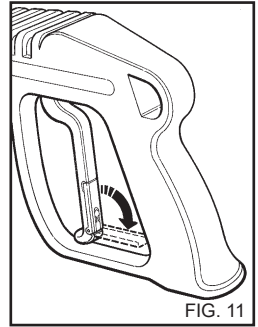

FIG. 11
1) Après l'emploi avec du détergent, rincer le circuit d'aspiration ; enfilez le tuyau d'aspiration (fig. 11) du détergent dans un bidon d'eau propre et faire fonctionner la pompe pendant 1 minute avec le robinet de dosage complètement ouvert et la lance en phase de sortie du détergent.
- Quand le nettoyeur haute pression n'est pas utilisé, fermer le dispositif de sécurité de la poignée (fig. 11).